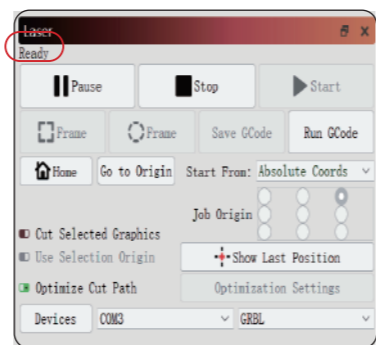

Figura 28 Seleccionar puerto
• Si el software no se conecta automáticamente a la máquina de grabado láser, debe seleccionar el puerto de la máquina de grabado láser como se muestra en la Figura 28.